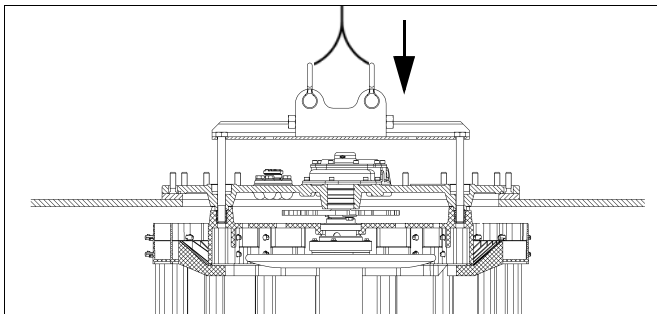

рис. 58
4) Опустите устройство ПБВ DEETAP® DU на монтажный фланец. Демонтируйте подъемную траверсу (рис. 58).